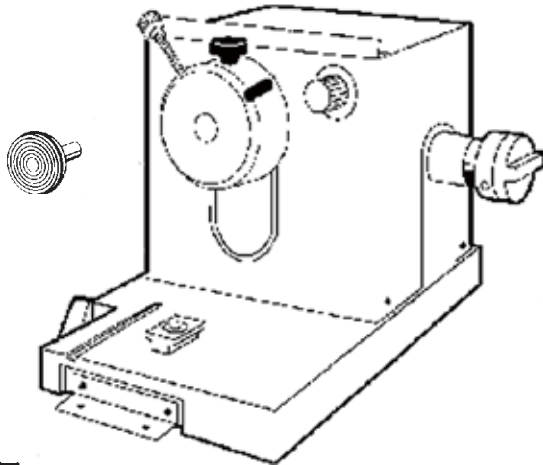

图 18
- 启动 Peltier 元件 (4) (若可用) —— 可能需要最多 40 秒的时间才能达到最大制冷输出。
- 样品冷冻后, 立即将样品托插入样品头 (图 18), 然后开始切片。
- 将 2 个螺丝拧紧到冷冻箱左侧壁的螺旋孔中来固定吸热块 (2) 的支架 (1), 并插入吸热块。
- 样品冷冻后, 立即将吸热块放到置物台 (3) 上。